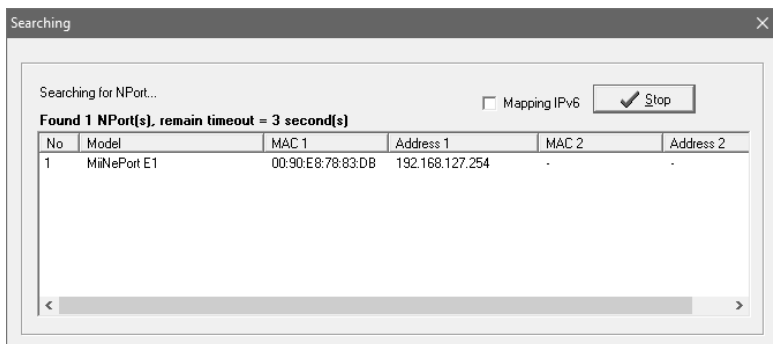

Рисунок 20 – Окно «Searching»
3.6.3 Далее нажать кнопку «Search» окна «Add NPort», на экране появится окно «Searching» со всеми найденными устройствами (рисунок 20). По истечении таймаута 5 секунд окно автоматически закроется.